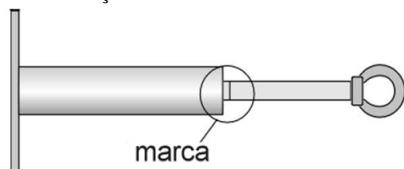

Fig. 4 – Marca nos tracionadores
Para ajustar o tracionador da esquerda, mova manualmente a alavanca de acionamento para a direita até travar, conforme mostrado na fig.5A. Com a chave nesta posição deve-se girar o corpo do esticador, esticando o cabo de aço até que a marca do tracionador (fig. 4) fique visível. Se necessário, corte um pedaço do cabo de aço e insira-o novamente no gancho, apertando seu parafuso firmemente.
- Os eixos dos tracionadores estão puxados de forma que a marca (fig. 4.) está visível e próxima (<10mm) do corpo do tracionador.